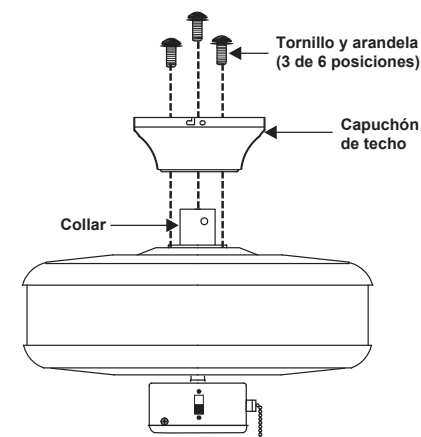

Figura 11
4. Extraiga tres de los seis tornillos y arandelas de cierre (cada uno) del collar a la parte superior del motor (Figura 11)
5. Coloque la cubierta de techo sobre el collar en la parte superior del motor. Alinee los orificios de montaje con los orificios del motor y fíjelos usando los tornillos y arandelas de cierre suministrados (Figura 11)
6. Fije los tornillos de montaje adecuadamente (Figura 11)